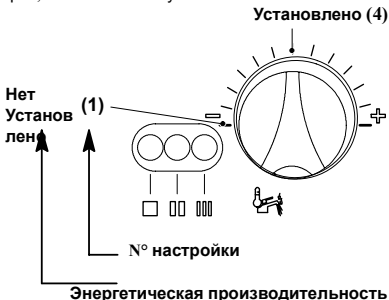

Fig. 2.60
- 6 Для изменения настройки, повернуть рукоятку регулирования температуры ГВС и установить в выбранное положение (на Fig. 2.60 пример рукоятка установлена на *Энергетическую производительность* вызванное электрическим блокированием минимума), при этом быстро мигает индикаторная лампа блокирования.